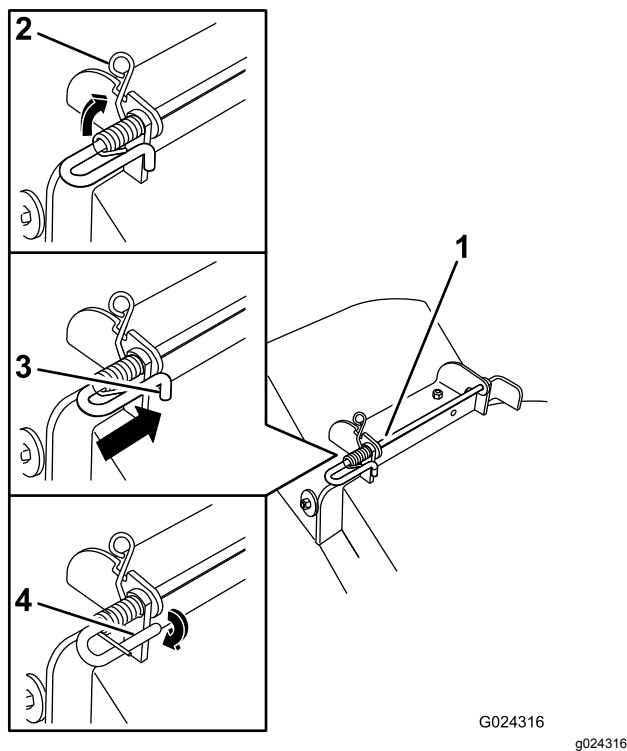

Figure 69
5. Soulevez le côté avec la boucle du ressort et placez-le dans le cran du support de déflecteur (Figure 69).
6. Fixez l'ensemble tige et ressort en le tournant de sorte à pouvoir placer l'extrémité courte de la tige derrière le support avant soudé au tablier de coupe (Figure 69).